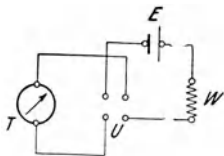

Fig. 167.
**Anleitung.** a) Setze die DANIELLSche Kette wie in Aufgabe 4 (S. 227) zusammen und schließe sie 5 Minuten lang durch einen Draht von  $\sim 10$  Ohm Widerstand. Stelle die Tangentenbussole  $T$  (Fig. 167) in der richtigen Weise (vgl. Aufg. 43) auf und bilde einen Stromkreis aus ihren 50 Windungen, der Spule  $W$  von 200 cm Länge und 0,25 mm Durchmesser, der Kette  $E$  und dem offenen Stromwender  $U$ . Fasse dabei stets die Spule an ihrem Holzrand an. Schließe den Strom, lies die Stellungen der beiden Zeigerspitzen ab, wende den Strom und lies wiederum die Stellungen der beiden Zeigerspitzen ab. Unter-